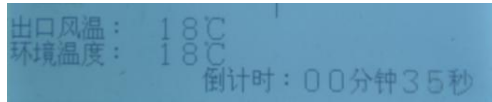

图 23 PY3520 变频电源装置倒计时显示
7.4.3 试验过程中，需要计时。按动控制箱面板上的“计时启动”。在屏幕的最下角显示倒计时的时间见图 23；当计时秒表达到和超过【时间设定值】时系统自动报警。